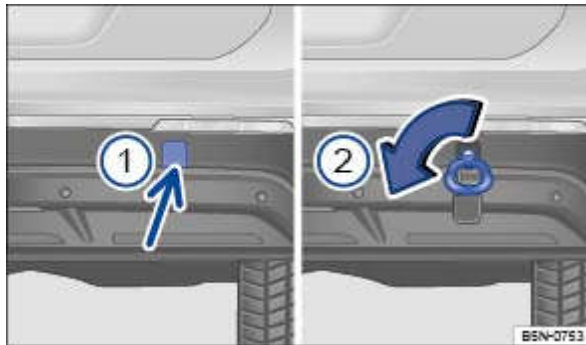

Fig. 285 Dans le pare-chocs arrière, du côté droit : œillet de remorquage vissé
Le logement destiné à l'œillet de remorquage à visser se trouve dans le pare-chocs arrière, du côté droit, derrière un cache → Fig. 285 ①. Sur les *véhicules avec dispositif d'attelage de première monte*, **aucun** logement n'est prévu derrière le cache pour l'œillet de remorquage à visser. Utilisez le dispositif d'attelage pour le remorquage → Traction d'une remorque, → ⚠.
- Appuyez sur la zone inférieure du cache → Fig. 285 ① (flèche) pour défaire le crantage du cache.
- Vissez l'œillet de remorquage aussi fermement que possible dans son logement → Fig. 285 ② dans le sens de la flèche → ⚠. Utilisez un objet approprié permettant de visser complètement et fermement l'œillet de remorquage dans la fixation.
- Après le remorquage, dévissez à l'aide d'un objet approprié l'œillet de remorquage en le tournant dans le sens inverse de la flèche → Fig. 285 ②.